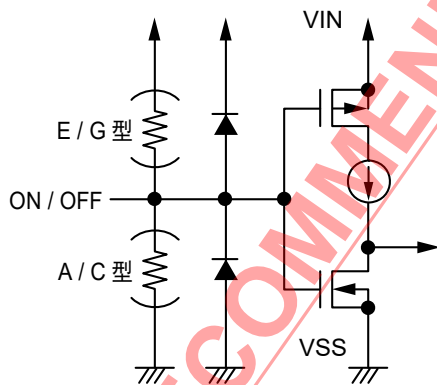

图21
ON / OFF端子构造如图21、22所示。S-1135系列A / C / E / G型产品的ON / OFF端子处于浮动状态时，在内部会被上拉至VIN端子，或者下拉至VSS端子，因此VOUT端子会变为V_{SS}电位。另外，S-1135系列B / D / F / H型产品的ON / OFF端子，在内部即不被上拉也不被下拉，因此请不要在浮动状态下使用。在不使用ON / OFF端子的情况下，如为B / D型产品请将其与VIN端子连接，如为F / H型产品请将其与VSS端子连接。
*1. 在S-1135系列A / C型产品的ON / OFF端子连接到VIN端子的状态下，或在S-1135系列E / G型产品的ON/OFF端子连接到VSS端子的状态下工作时，IC中会多流入上拉或下拉电阻中的输入电流，务请注意（请参阅图21）。